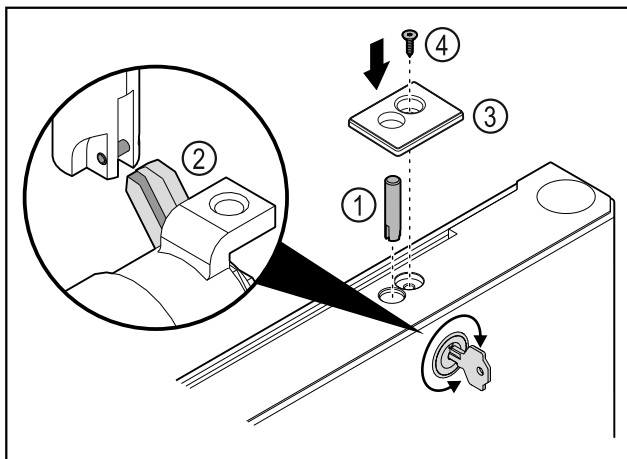

Fig. 36
- ▶ Вставьте запорный палец Fig. 36 (1).
- ▶ Слегка поверните замок, чтобы запорный палец Fig. 36 (2) защелкнулся в пазу замка.
- ▶ Установите крышку Fig. 36 (3).
- ▶ Вставьте винт Fig. 36 (4).